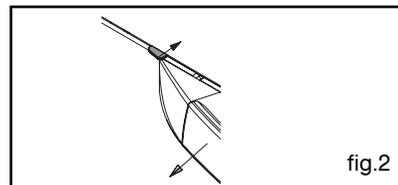

fig.2
– Empurre a alavanca e abra a porta (fig.2).
### • Placa multiusos (fig.2)